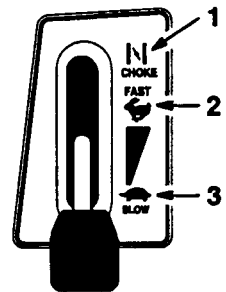

Figure 10
4. Mettre la commande des gaz sur CHOKE (STARTER) (Fig. 10).
6. Quand le moteur a démarré, amener lentement la commande des gaz sur FAST (RAPIDE) (Fig. 10). Si le moteur cale ou hésite, ramener la commande des gaz sur CHOKE pour quelques secondes. Ramener ensuite la commande sur FAST. Renouveler l'opération le cas échéant.
1. Mettre la commande des gaz sur SLOW (LENT) (Fig. 10).